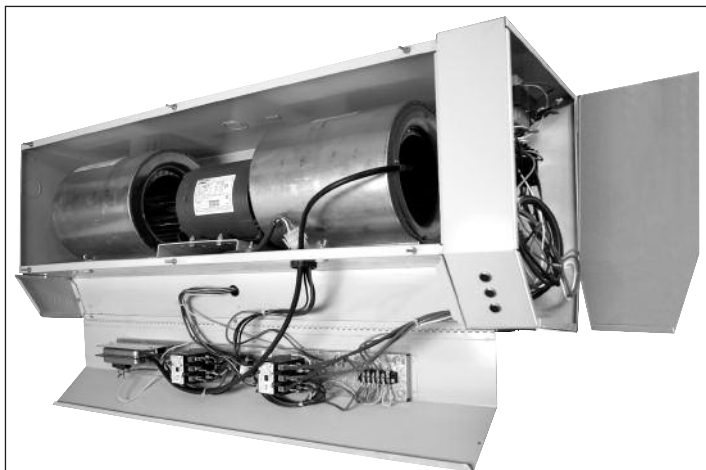

Figure 9 – Couvertres de boîtier de contrôle d'alimentation et de compartiment de coffret montrés ouverts avec la grille d'aspiration d'air enlevée.
10. Référez-vous toujours au schéma de câblage situé à l'intérieur du couvercle à charnière du boîtier de contrôle d'alimentation, et aux schémas de câblage applicables dans ce manuel. Les torons de câblage sont fournis avec leurs fils du côté droit déjà reliés sur l'unité, l'installateur n'ayant plus qu'à brancher les fils du côté gauche sur les bornes appropriées comme montré sur le schéma. Les couvercles de compartiments de câblage des coffrets devront être ouverts. Ces couvercles sont aussi reliés par charnière aux coffrets. Faites passer et positionnez câblage et colliers, comme montré en Figure 9 de la page 7, et permettez le mouvement des fils quand les couvercles sont ouverts et refermés.
13. Référez-vous toujours au schéma de câblage situé à l'intérieur du couvercle à charnière du boîtier de contrôle d'alimentation, et aux schémas de câblage applicables dans ce manuel. Les torons de câblage sont fournis avec leurs fils du côté droit déjà reliés sur l'unité, l'installateur n'ayant plus qu'à brancher les fils du côté gauche sur les bornes appropriées comme montré sur le schéma. Les couvercles de compartiments de câblage des coffrets devront être ouverts. Ces couvercles sont aussi reliés par charnière aux coffrets. Faites passer et positionnez câblage et colliers, comme montré en Figure 9 de la page 7, et permettez le mouvement des fils quand les couvercles sont ouverts et refermés.